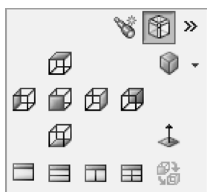

图 1-8 视图定向选择下拉菜单
- “视图定向”按钮 单击该按钮后, 将弹出视图定向选择下拉菜单, 如图 1-8 所示, 通过单击此菜单栏中的按钮, 可将视图调整到上、下、左、右、前、后和轴测视图(或多视图方式)进行显示。单击“正视于”按钮 后, 可选择模型的某个面, 以显示正